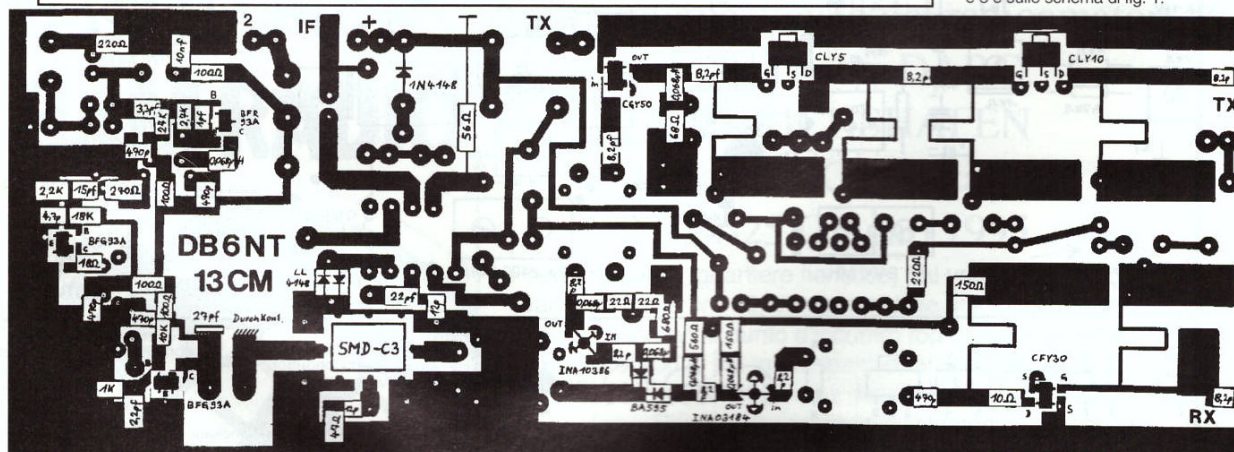

Fig. 3 • Circuito stampato lato piste e componenti SMD (resistori, condensatori, mixer, transistor, MMIC, GaAsFET).
6) Con sottile punteruolo marcare delicatamente il centro di tutti gli occhielli e punti da forare sul lato piste del PCB secondo fig.3. A differenza della vetronite l'Ultralam-2000 è
9) Saldare con filo di rame argentato da 1 mm tutti (assolutamente tutti) i chiodini fatti in corrispondenza dei punti segnati in nero di **fig. 3**. Alcuni servono per collegare i source dei GaAsFET sopra e sotto il PCB e massa; altri per realizzare masse altrimenti impossibili.
MHz, nonché le due dei source di CLY5 e 10, come indicato in dettaglio in **fig. 3**.
3) Seguendo attentamente la **fig. 3** e le fotografie 1 - 2 - 3 - 4 posizionare e saldare tutti i componenti SMD relativi all'oscillatore locale. Tutte le resistenze ed i condensatori vanno misurati prima e, ove possibile, dopo la saldatura. Ottimo il Digital Meter Zetamat-II (ADB). Usare un saldatore a 12 V, 25 W a punta sottile pulita spesso nella colofonia (pece greca) e lavorare sotto una grossa lente da banco con pantografo, della RIMA (Mod. 188 Marcucci).
Foto 1 • Dettaglio di montaggio componenti SMD relativi all'oscillatore locale LO. La sezione oscillatore è la più complessa, data l'estrema compattezza dei componenti disposti secondo il piano di montaggio di **fig. 3**. Usare un saldatore da 25 W - 12 V, a punta tonda. Controllare con una lente da ingrandimento eventuali corto-circuiti dovuti a trabocchi dello stagno. Pulire la colofonia eccedente con ovatta imbevuta di acetone. Durante le misure mettere sempre il puntale negativo del tester a massa. Misurare solo senza avere saldato transistor o GaAsFET.
Foto 4 • Particolare di montaggio TX e saldatura del driver CLY5 e del finale CLY10. Da notare le saldature dei source collegati a due elettrodi diversi. La linguetta centrale è saldata a massa attraverso un contatto passante attraverso il PCB realizzato con filo di rame argentato del diametro di 1 mm. La linguetta grossa di source è collegata a massa sia sul rame sopra ed alla scatola, ma anche al rame sotto mediante una linguella di rame infilata in una fessura passante come riportato in fig. 3. Ciò allo scopo di ridurre l'induttanza di source. Notare la saldatura con abbondante stagno fatta con il dissipatore smontato dalla parete.